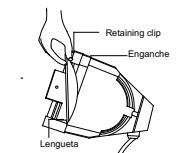

Figura 3
- 3.Sujete la lente por el borde, y posícela con el lado convexo hacia atrás. Figura 3